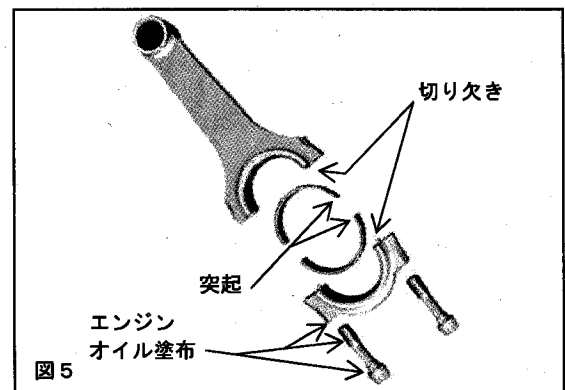

図5
3. 1 コンロッド及びコンロッドキャップにベアリングを取付けてください。(図5)